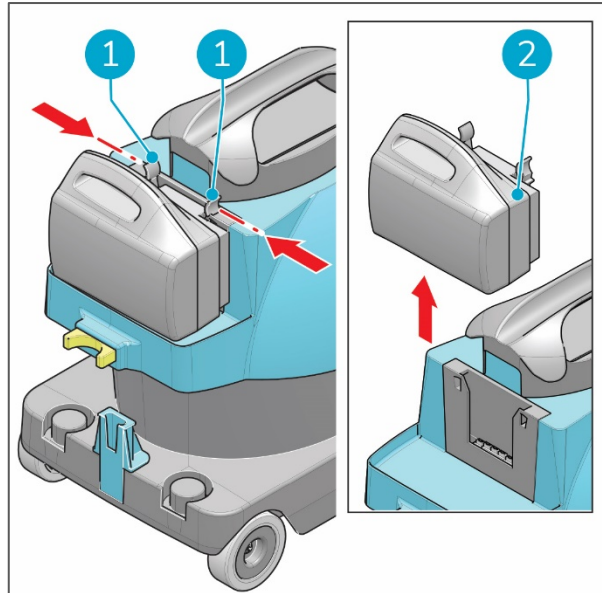

Abbildung 21
1. Drücken Sie die Kunststoffclips des Akkus (Figure 21, Pos. 1) vorsichtig zusammen.
2. Ziehen Sie den Akku heraus (Figure 21, Pos. 2).